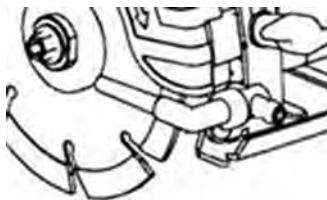

fig.2 - sistema de refrigeração
OBSERVAÇÃO: Deve-se utilizar o sistema de refrigeração (fig.2) quando estiver realizando trabalho em concreto, azulejo ou piso. Quando estiver realizando um trabalho com o auxílio da refrigeração, o fluido será distribuído na área de corte, resultando no resfriamento do disco diamantado (10), evitando o superaquecimento e o desgaste prematuro do disco. Antes de realizar a operação, certifique-se que o disco diamantado foi escolhido adequadamente para o procedimento de corte com refrigeração. Se o disco for utilizado em um procedimento de corte seco, a vida útil do disco diamantado será reduzida.